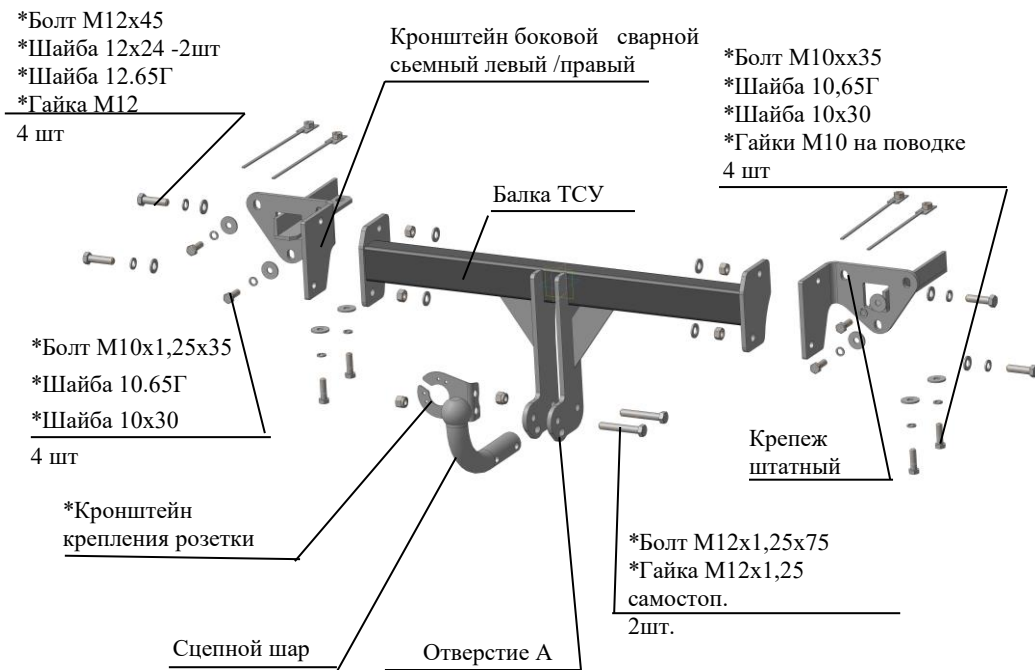

Рис.1 Тягово-сцепное устройство 8502 .
2.1 ТСУ 8502. в сборе (рис.1)	1 шт.
2.2 Пакет с комплектующими (см. рис.1)	1 шт.
4.2 Установить боковые сварные съемные кронштейны в лонжероны а/м (правый и левый соответственно рис.1), закрепить болтами М10х35, подложив под головки болтов шайбы 10.65Г и шайбы 10х30, используя гайки М10 на поводках, а к фартуку а/м закрепить штатным крепежом (см.рис.1) и болтами М10х1,25х35, используя гайки штатные и подложив под головки болтов шайбы 10.65Г и шайбы 10х30. Крепеж не затягивать.